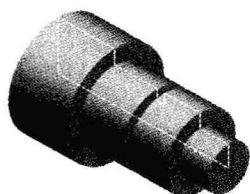

图 1-7 “制陶转盘”法
2. **“制陶转盘”法** 制陶转盘法以一个简单的旋转特征创建零件,如图 1-7 所示。一个单个草图表示一个切面,它包括在一个特征里完成该零件所必需的所有信息及尺寸。尽管这种方法看上去很有效,但是大量的设计信息包含在单个特征中,限制了模型的灵活性而且修改时很麻烦。